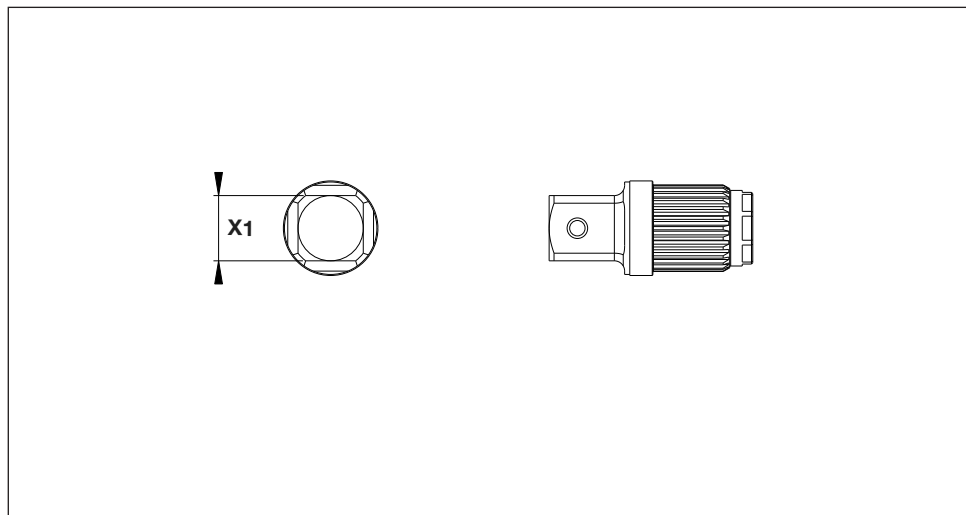

Fig. 32
6.6 Dimensions des carrés conducteurs de la série SD au système impérial (fig. 32)